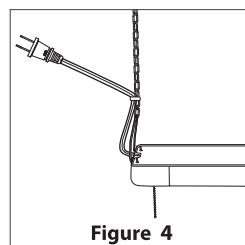

Figure 4
6. Glissez le cordon d'attache à la chaîne de manière à ce que le surplus de cordon reste hors de l'espace de travail. (voir figure 4).